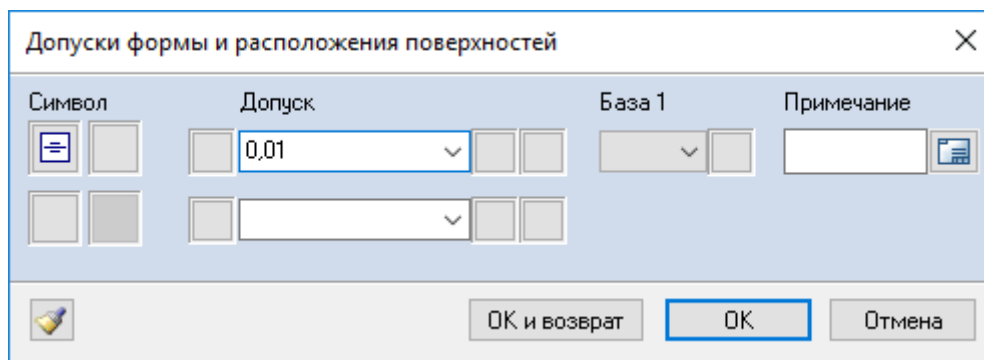

Рисунок 6-34
2. Определить параметры обозначения допусков формы и расположения поверхности в диалоговом окне (Рисунок 6-34).